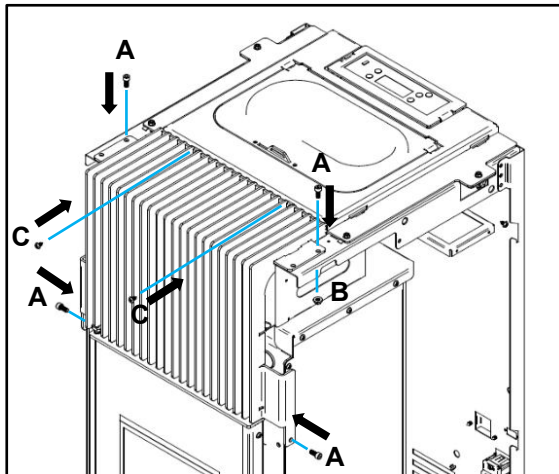

Figura 35 – Aperto da grelha frontal
c) Na parte superior da grelha fixar com dois parafusos **C** (DIN 7981 4,2x9,5) directamente no tampo anteriormente colocado, de seguida fixar com dois parafusos **A** (DIN 912 M5x12) e utilizar porcas **B** (Porcas M5 DIN 6923), por fim, na parte inferior fixar com dois parafusos **A** (DIN 912 M5x12) directamente na máquina, como demonstra a Figura 35.